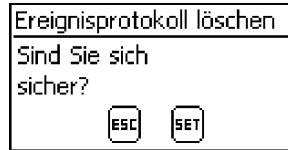

Abb. 5: Dialog Ereignisprotokoll löschen
- 1. SET drücken. Abb. 5 erscheint.